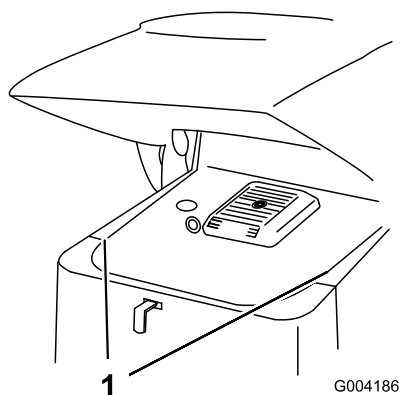

Figure 19
2. Faites coulisser les panneaux latéraux (Figure 19) vers le haut pour les sortir des fentes du panneau avant et du châssis.